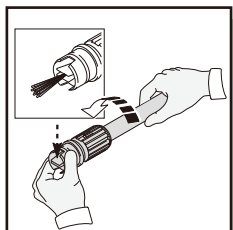

Fig. 16
- Démontez la lance du pistolet. Tournez la buse jusqu'à la position de jet étroit qui ouvre les ailettes (Figure 16).